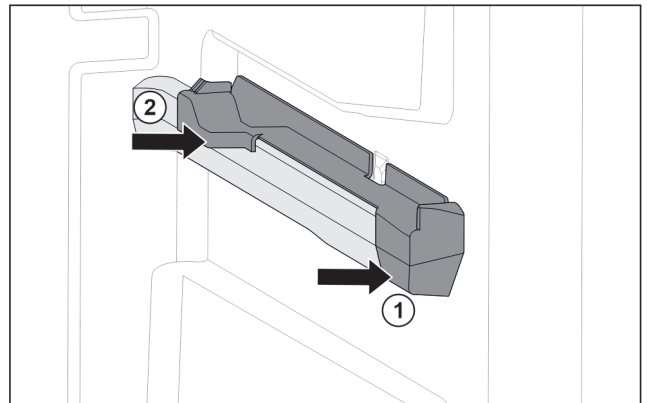

Fig. 63 Вставна частина на правому ребрі для резервуару
- ▶ Одягти вставну частину вперед на ребро резервуару. Fig. 63 (1)
- ▶ Притиснути вставну частину позаду. Fig. 63 (2)